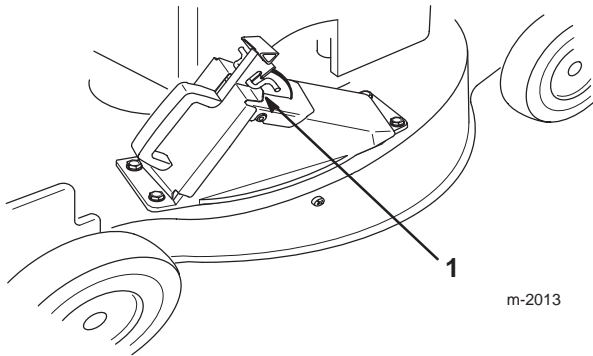

Figure 14
5. Lâcher le loquet et le laisser s'accrocher sur les pattes de l'obturateur (Fig. 14).